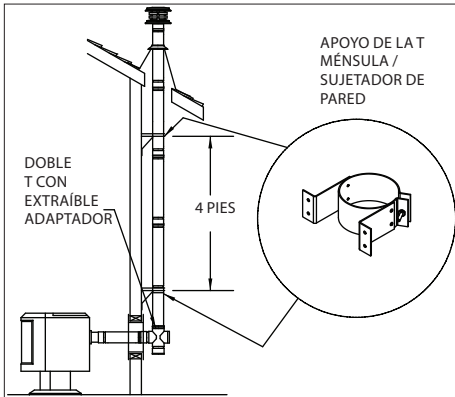

Figura 4 (1.22 m)
4. Si el ducto sale por la parte posterior de la estufa y se desea una instalación vertical exterior (**Figura 4**):